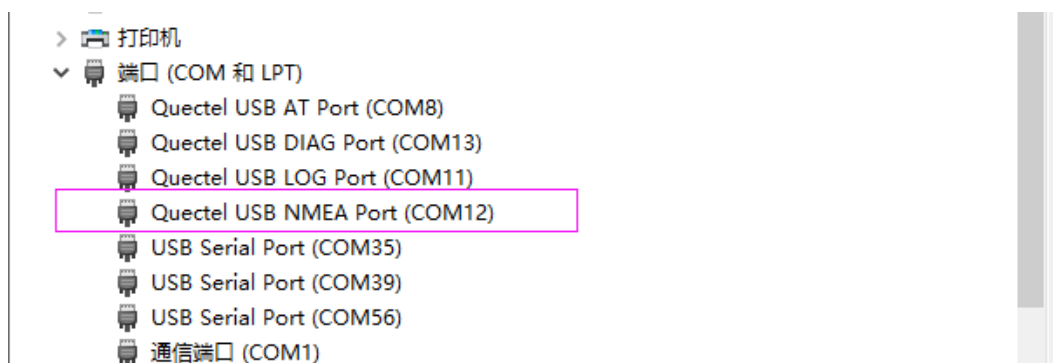
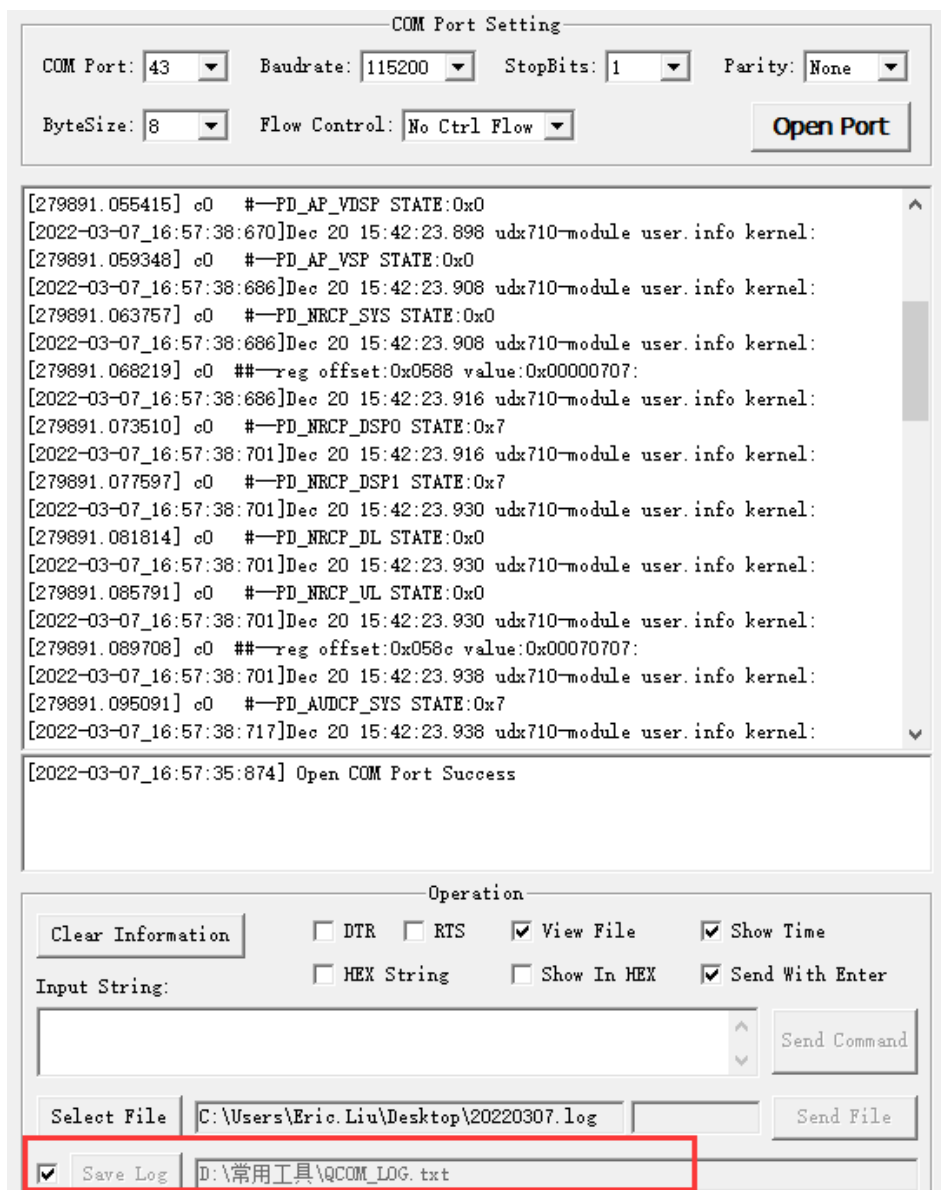

图 2：选择 NMEA Port 连接
图 3：AP 侧 Log 通过 NMEA Port 打印内容
3. 保存 Log 文件。在 QCOM 工具上选择 NMEA Port 连接，如图 2 所示。在 QCOM 工具上打开“COM Port Setting”界面，勾选“Save Log”并指定 Log 文件存储位置。指定路径后工具直接开始保存日志，如图 3 所示：